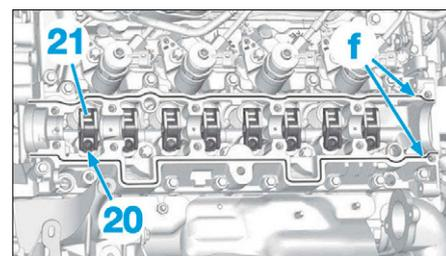

FIG. 89
- Contrôler l'état des butées hydrauliques (20) et des linguets à rouleaux (21) (**Fig.89**).
- Lubrifier à l'huile moteur les butées hydrauliques (20) et les linguets à rouleaux (21).